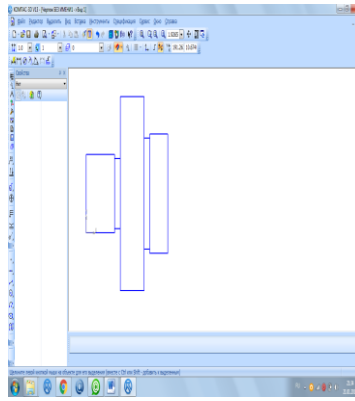

Рисунок 1-Построение прямоугольников
4. Командой *Прямоугольник* инструментальной панели *Геометрия* построим пять следующих независимых прямоугольников размерами: высотой 42 мм, шириной 30 мм; 37,56; 10425; 59,56; 6419. Смотри рисунок 1. Командой *Сдвиг* инструментальной панели *Геометрия* «соберем» построенные прямоугольники в единое изображение, присоединив каждый последующий к середине стороны предыдущего прямоугольника.